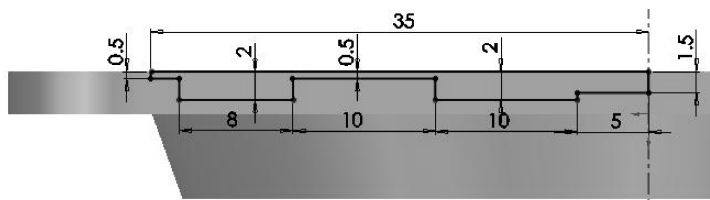

图 7-90 绘制旋转实体的草图
- 07 使用【旋转切除】工具，选择上视基准面作为草绘平面，然后绘制如图 7-90 所示的草图。